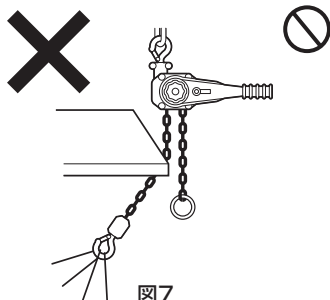

図7
- (16)フックや本体を支点にして使用しないでください。
- (17)上下フックに損傷や変形がある物は使用しないでください。
- (18)ロードチェーンが変形したり傷付いたレバーホイストは絶対に使用しないでください。
- (19)ロードチェーンを鉄板等の角に当てて操作しないでください。図7